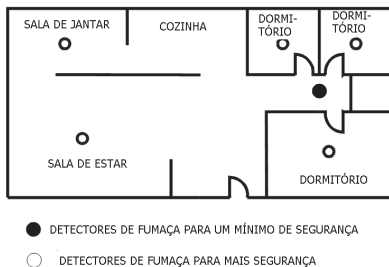

Figura 1: Locais de instalação para detectores de fumaça e calor em apartamentos ou casas para uma família com apenas uma área de dormitório
- Instale um detector de fumaça e calor no corredor externo de cada área separada de dormitórios (*ver Figura 1*). Em habitações que têm duas áreas com quartos, dois detectores serão necessários.